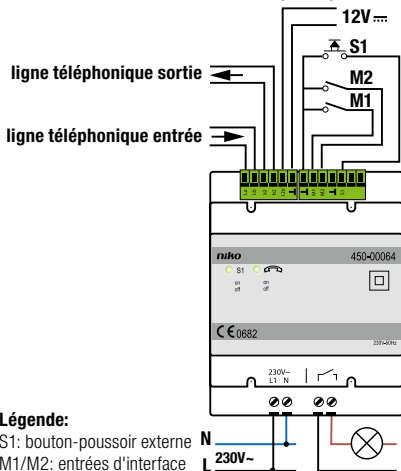

fig.1
L'appareil est encastré dans une armoire pour rail DIN (4U). Les fonctions de commutation peuvent être exécutées via un appel, un bouton-poussoir externe ou via un bouton-poussoir intégré (voir fig. 1). L'interface téléphonique est protégée par un code à 4 chiffres. Les réglages et les états de commutation des sorties sont sauvegardés pendant une coupure de tension et sont à nouveau appelés lorsque la tension est rétablie. Si vous souhaitez que l'appareil reste actif pendant une coupure de tension, vous pouvez le raccorder en permanence sur une alimentation de secours 12 V DC.
1. Reliez la ligne téléphonique entrante aux bornes à vis La et Lb (tip et ring) de l'appareil. Vous pouvez raccorder la ligne téléphonique vers les appareils intérieurs aux bornes a2 et b2 (voir fig1). Vous pouvez également raccorder l'interface téléphonique à un réseau téléphonique avec central. Retirez le connecteur de raccordement supérieur pour raccorder les fils.
2. Raccordez les bornes L1 et N à la tension secteur de 230 V (voir fig. 1). Capacité de la borne de max. 1 x 1.5mm².
3. Effectuez le câblage comme indiqué dans le schéma fig1..
L'interface téléphonique peut être alimentée par 12 V (UPS). Dans ce cas, l'alimentation doit être raccordée avec les bornes 12 V (plus) et moins (voir fig.1).